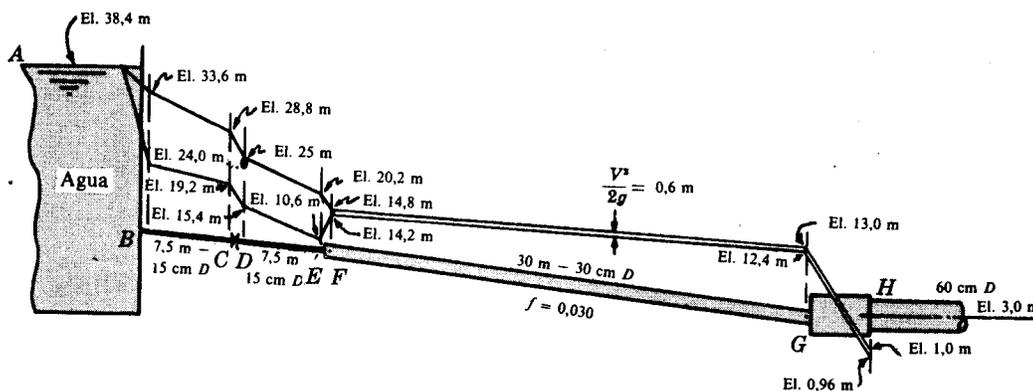

Fig. 7-5
25. Las elevaciones de las líneas de alturas totales y de alturas piezométricas en el punto G son, respectivamente, 13,0 m y 12,4 m. Para el sistema mostrado en la Fig. 7-5 calcular (a) la potencia extraída entre G y H , si la altura total en H es de 1,0 m y (b) las alturas de presión en E y F , cuya elevación es de 6,0 m. (c) Dibujar, con aproximación de 0,1 m, las líneas de alturas totales y de alturas piezométricas, suponiendo para la válvula CD $K = 0,40$ y $f = 0,010$ para las tuberías de 15 cm.